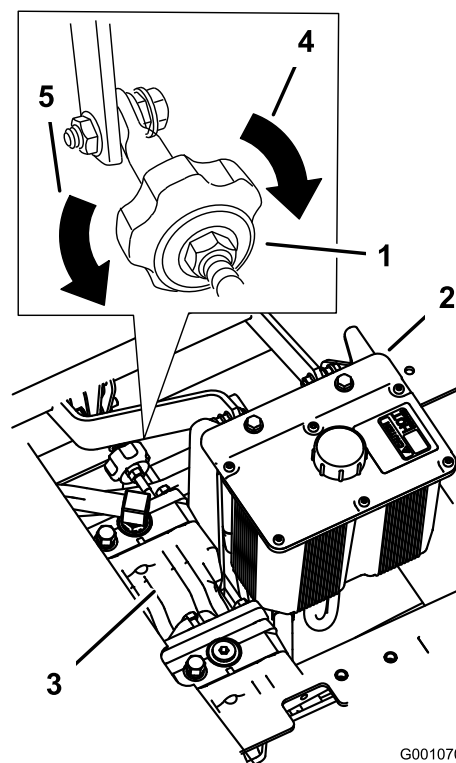

Bild 57
4. Wenn die Maschine nach rechts fahren soll, drehen Sie das Handrad zur rechten Seite der Maschine. Siehe Bild 57.
5. Wenn die Maschine nach links fahren soll, drehen Sie das Handrad zur linken Seite der Maschine. Siehe Bild 57.